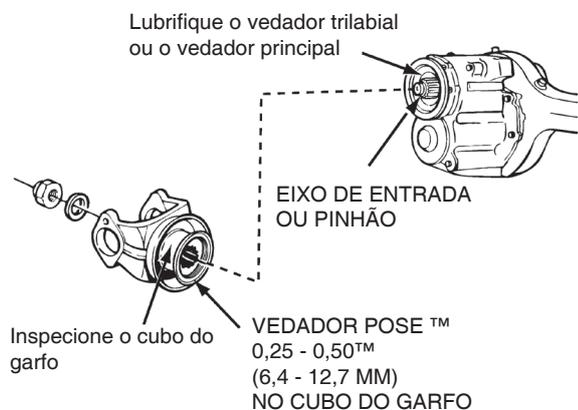

Figura 5.98
1. Aplique óleo lubrificante do eixo no cubo do garfo ou flange. Figura 5.98